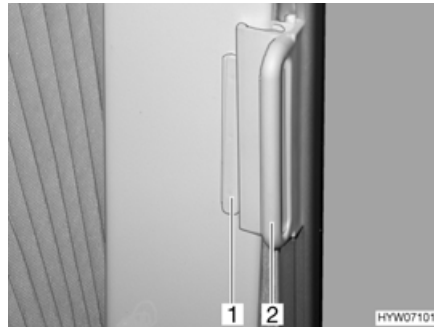

Fig. 101 Dispositif occultant plissé, fenêtres de la cabine de conduite
- Saisir les dispositifs occultants plissés par la poignée (Fig. 101,2) et tirer avec précaution jusqu'à ce que le blocage magnétique les maintienne fermés.
- Pousser la poignée (Fig. 101,2) sur la pièce de fixation (Fig. 101,1). Le dispositif occultant plissé est bloqué.